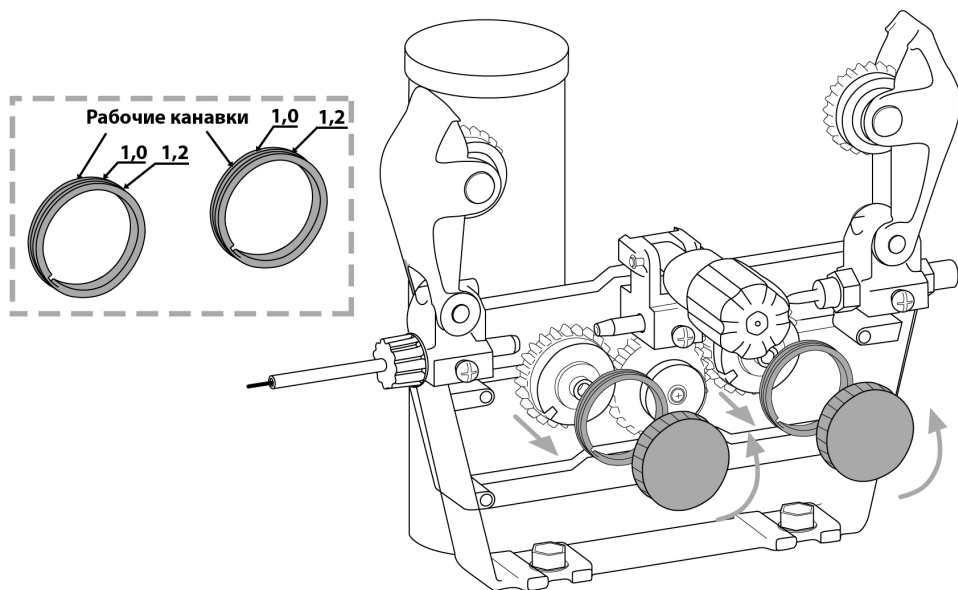

Рис. 8.14. Порядок смены подающего ролика.
2. Установите необходимую канавку в зависимости от диаметра сварочной проволоки (См. рис. 8.14).